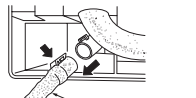

Рисунок 2
- 3) Витягніть дренажний шланг ззаду й зліва на внутрішньому блоці (Рисунок 2).